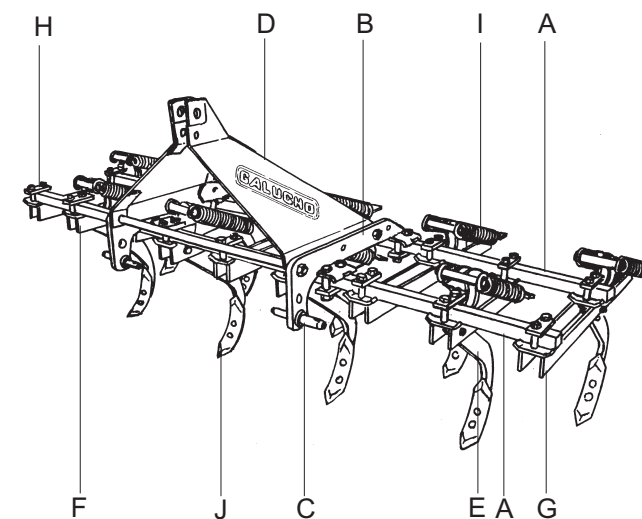
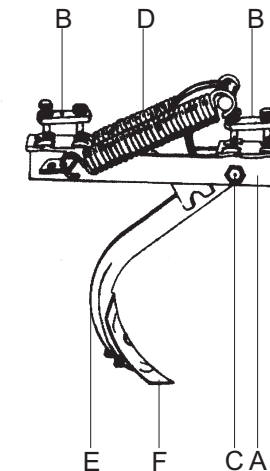
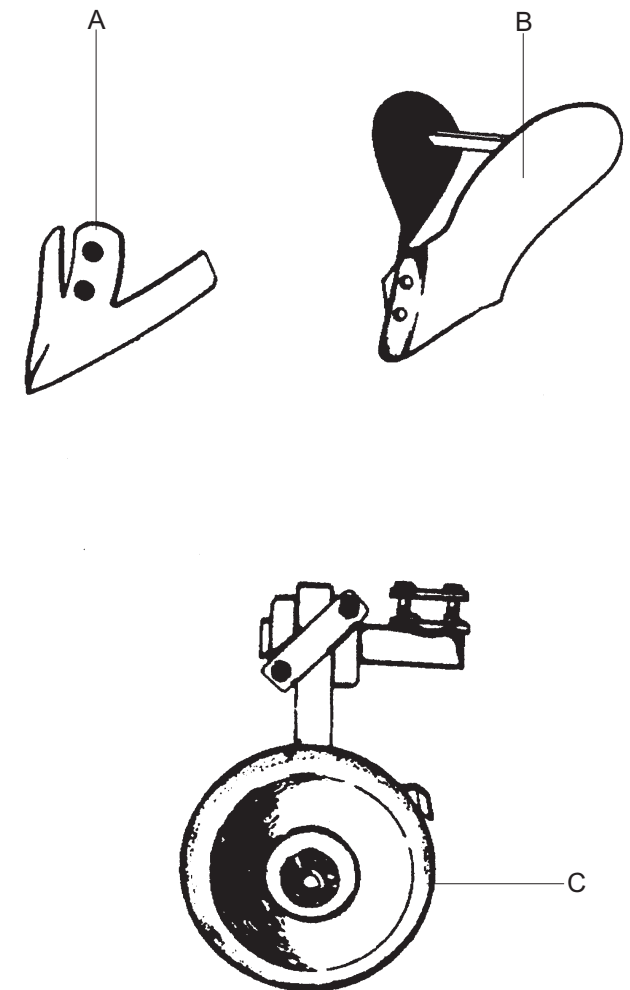

Fig. 1
Fig. 3
Fig. 5
CHÂSSIS – Comprend deux barres à section carrée (Fig. 1-A) et deux pièces de liaison où est fixée la poupée fixe (Fig. 1-D). Il existe une attache sur les modèles présentant des dents 11-13-15 et 17 ; et des supports attachés à toutes les boîtes (Fig. 3 et 4) ;
BOÎTES D'ATTACHE – elles sont attachées au châssis ; et se divisent en une série de ressorts et dents (Fig. 3-E). Les dents avant sont montées sur des petites boîtes d'attache (Fig. 1-F) et les dents arrière sur de longues boîtes d'attache (Fig. 1-G), tout comme les dents incurvées utilisées pour les séries EDC.
6.2 - EXTIRPER - Extirper au lieu de scarifier, (Fig. 5-A), aboutisse à un sol ramolli et à un désherbage.
6.3 - SOC BUTTEUR - Ces parties sont montées sur les dents arrières du cultivateur. Pour les monter, procédez comme suit : retirez le scarificateur, placez le SOC BUTTEUR (Fig. 5-B) puis placez la partie en question.
8.1 - PARTIES - Pour inverser ou remplacer le scarificateur (Fig. 3-F), vous n'avez qu'à desserrer les vis de fixation et après l'avoir inversé ou remplacé, serrez à nouveau les vis de fixation. Dès que les vis sont en mauvaise état, elles doivent être remplacées. Pour remplacer l'autre partie de travail (extirpateur - Fig. 5-A ; soc butteur - Fig. 5-B), procédez comme précédemment indiqué pour le scarificateur.
8.3 - DENTS ET RESSORTS - Généralement ces pièces sont rarement remplacées. DENTS (Fig. 3-E) – Elles doivent être remplacées en cas d'usure due à un travail trop profond ou due au travail ou encore lorsque les dents cassent lors de travail dans de très mauvaises conditions.